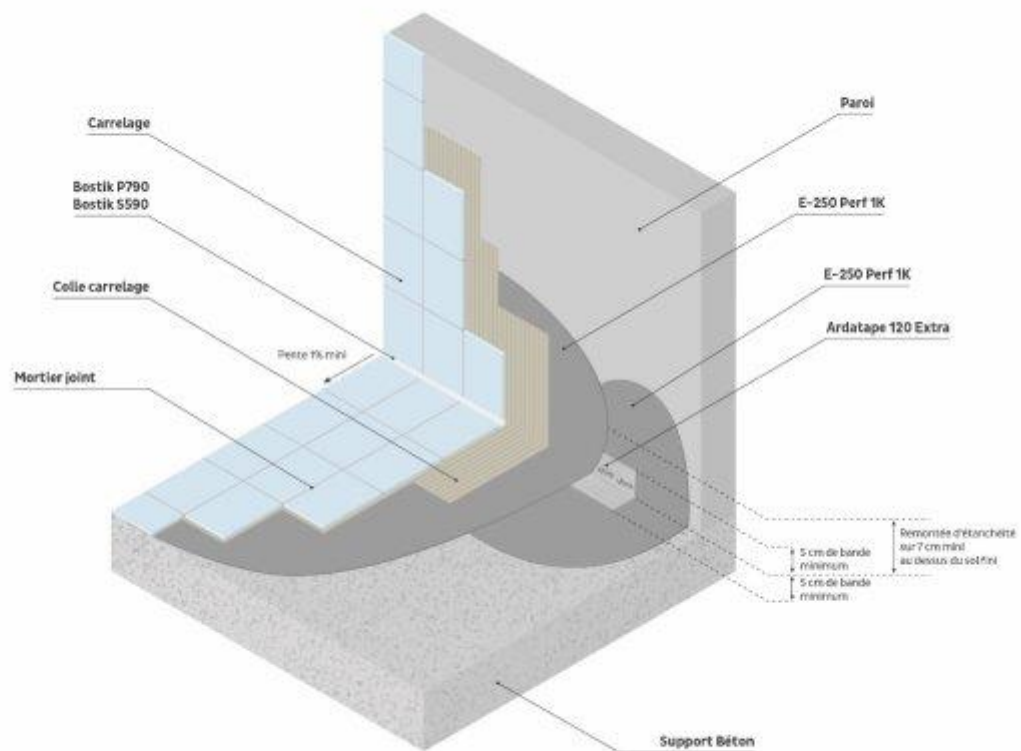

Figure 1a – Raccordement Sol / Mur en local P3
2.4.4.1.1. En local P3 au plus (cf. figure 1a)